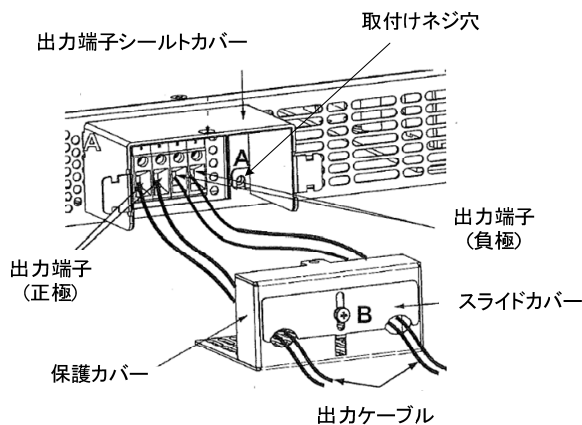

図 2-16 出力部保護カバー取付け
- (4) “A”の 2 つの筐体ネジを図 2-16 の示すとおり途中まで緩めます。
- (5) 保護カバーを筐体に取り付け、2 つのネジを締めて保護カバーを筐体に固定します。